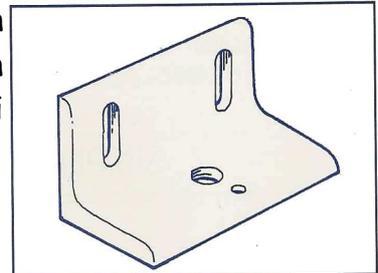

Fig. 1
- Cette liaison nécessite, éventuellement la confection et l'adjonction par l'installateur, d'un raccord en forme de cornière (fig. 1) à intercaler entre le balai et le sommier (ou chariot monorail).